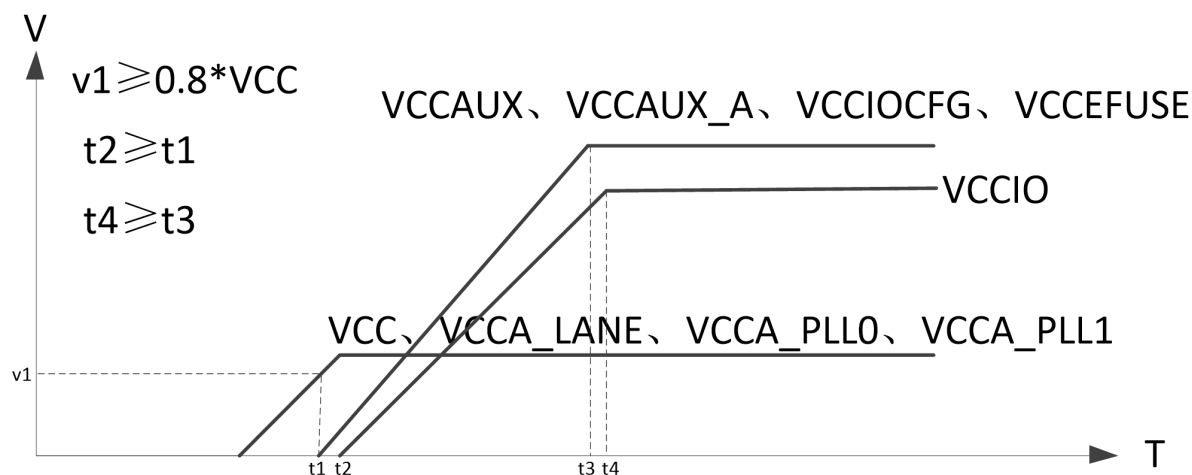

图 2-1 推荐上电时序
- (1) 确保 I/O 在上电过程中处于三态的推荐上电顺序：VCC、VCCA_LANE、VCCA_PLL0、VCCA_PLL1 > VCCAUX、VCCAUX_A、VCCIOCFG、VCCEFUSE > VCCIO;
- (2) 推荐下电顺序为上电顺序的反方向;
- (3) 推荐上电时序如图 2-1 所示;